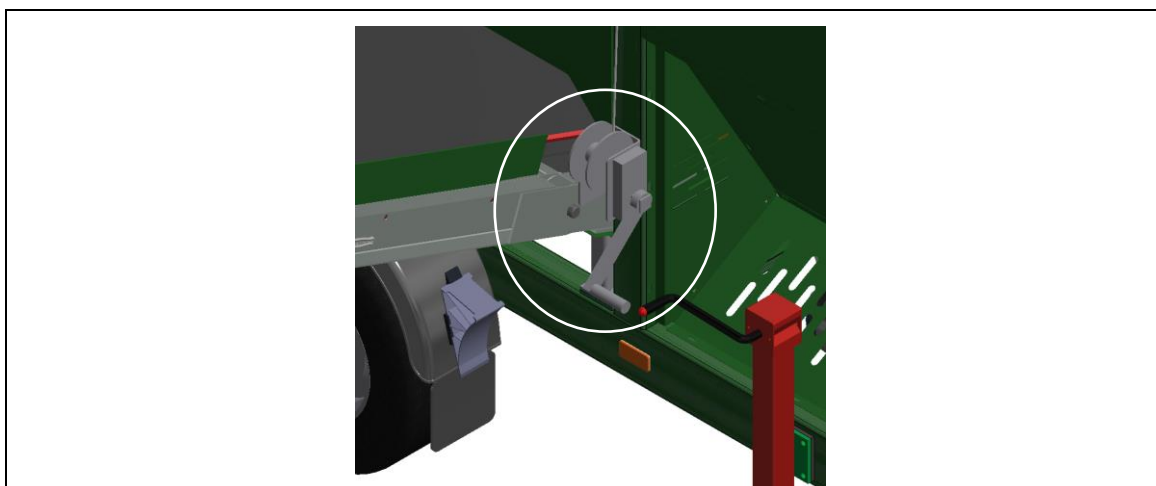

Bild 8-1: Det första fraktionsbandets vinsch
Sätt på veven på vinschen (se bild 8-1).
1. Sätt på veven på vinschen (se bild 8-1).